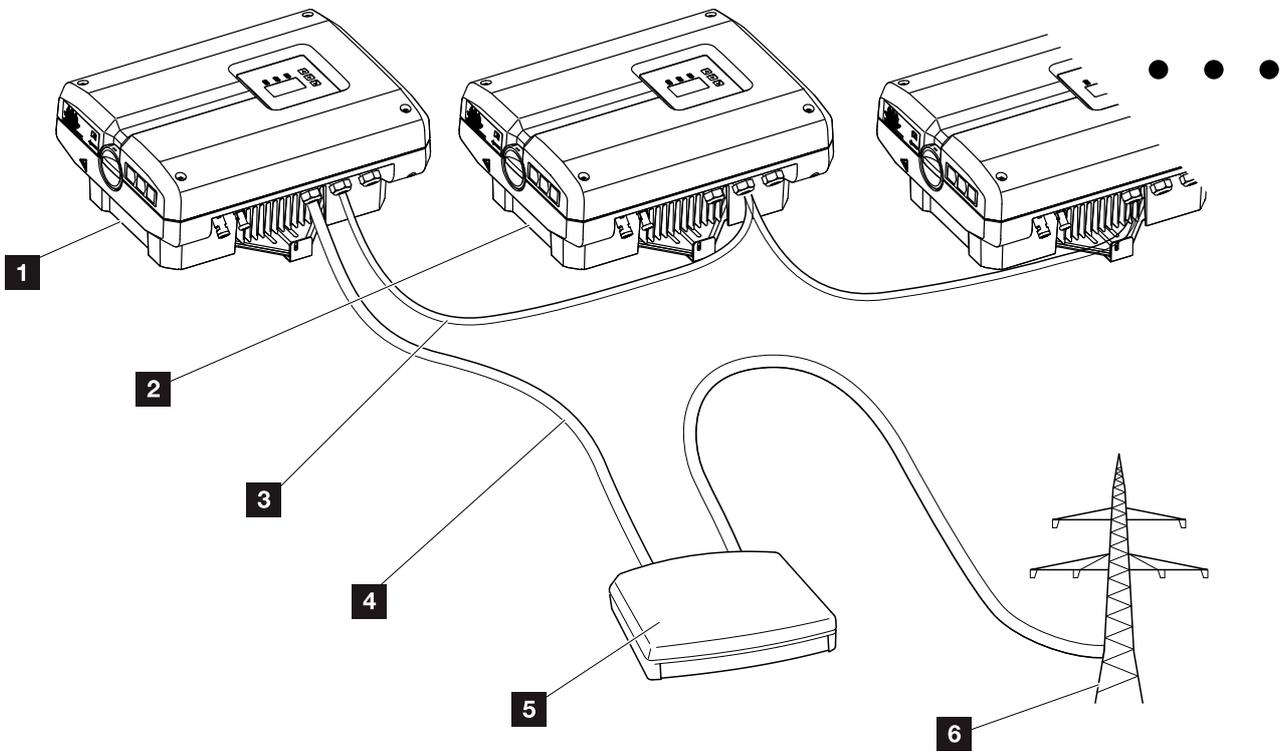
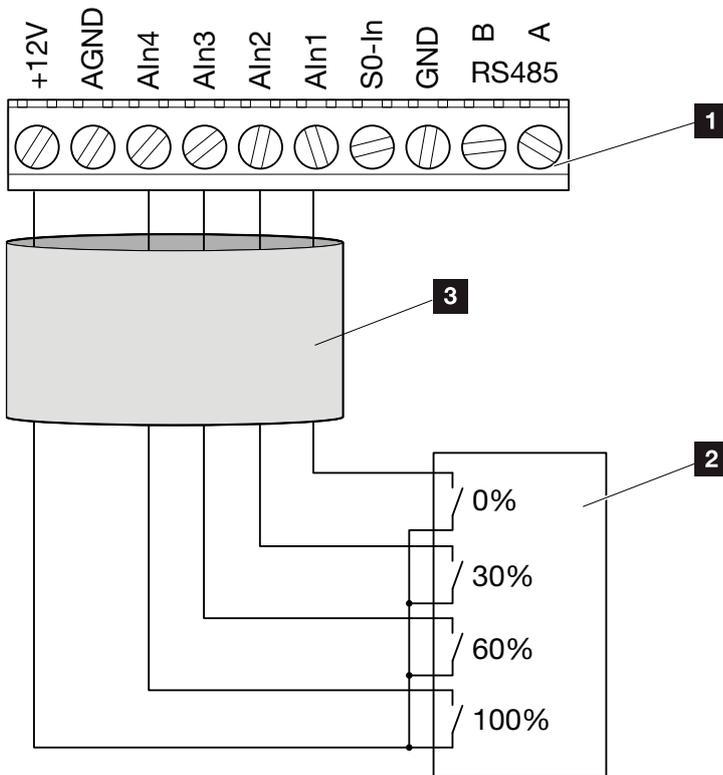

Abb. 58: Konfiguration Rundsteuerempfänger mit mehreren Wechselrichtern (Ethernet-Vernetzung)
Abb. 59: Anschluss Rundsteuerempfänger
2. Alle Wechselrichter über die Ethernet-Anschlüsse (RJ45) mit einem Ethernet-Kabel oder über RS485 verbinden. **Abb. 58**
⚡ **Abb. 58 Pos. 1** an der Anschlussklemme (10-polig) anschließen. **Abb. 59** !
Der Rundsteuerempfänger darf nur am Master-Wechselrichter angeschlossen werden. **Abb. 58**